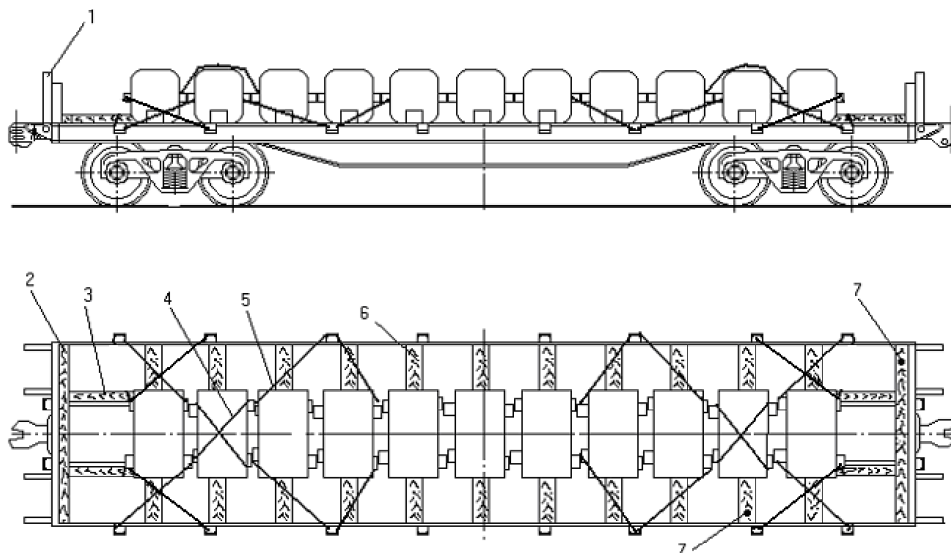

Рисунок 124
6.10. Изложницы массой свыше 4,6 т до 6,7 т включительно размещают поперек платформы вплотную друг к другу, симметрично продольной и поперечной плоскостям симметрии платформы (рисунок 124). Вдоль торцевых бортов укладывают упорные бруски сечением не менее 100x100 мм и длиной, равной ширине платформы, которые прибивают к полу каждый десятью гвоздями диаметром 6 мм и длиной не менее 150 мм. Между крайними изложницами и поперечными брусками устанавливают по два распорных бруска сечением не менее 100x150 мм и длиной по месту, каждый из которых прибивают к полу пятью гвоздями диаметром 6 мм и длиной не менее 150 мм. Крайние и третьи от торцов платформы изложницы увязывают между собой за цапфы увязками из проволоки диаметром 6 мм в шесть нитей. От продольного смещения изложницы крепят восемью парами растяжек из проволоки диаметром 6 мм в шесть нитей за цапфы изложниц и стоечные скобы платформы. От поперечного смещения каждую изложницу крепят двумя упорными брусками сечением не менее 50x100 мм и длиной по месту, каждый из которых прибивают к полу пятью гвоздями диаметром 6 мм и длиной не менее 100 мм. Торцевые борта платформы подкрепляют короткими стойками.